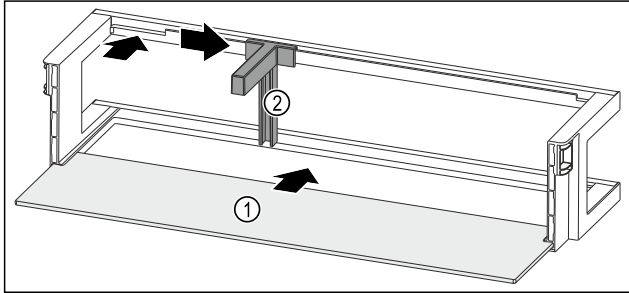

Fig. 174 Türabsteller mit Abstellfläche
- ▶ Abstellfläche Fig. 174 (1) in die seitlichen Aussparungen einschieben.
- ▶ Flaschenhalter Fig. 174 (2) in die Aussparung einsetzen.
- ▶ Flaschenhalter Fig. 174 (2) in gewünschte Position zur Seite schieben.